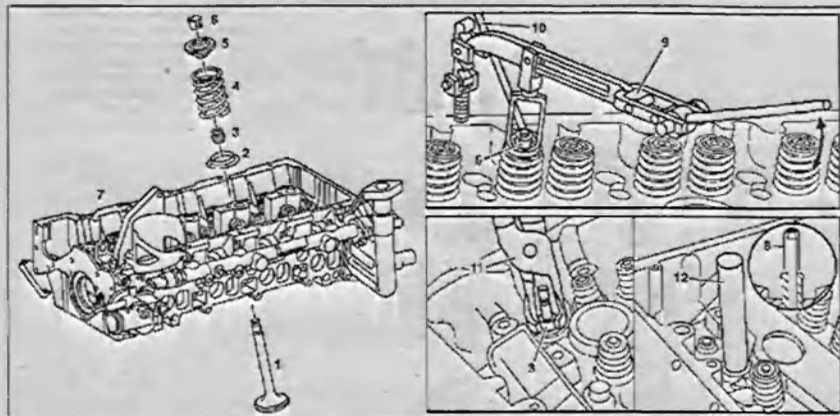

Рис. 3.33. Снятие и установка клапанов:
1. Снимите головку блока цилиндров 7 (рис. 3.33).